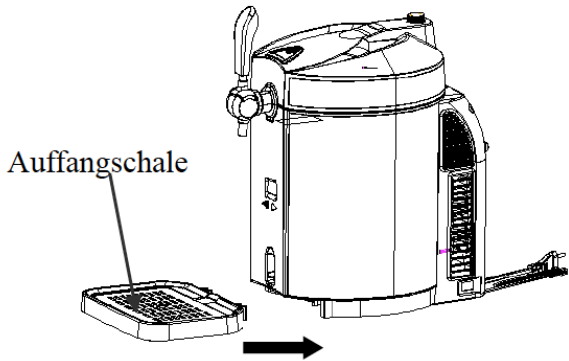

Abbildung 7
3. Stellen Sie die Auffangschale in die Kerbe. (Siehe Abbildung 7)